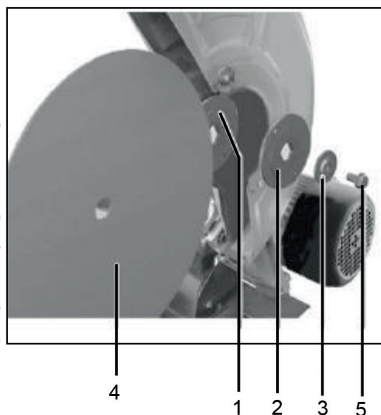

Рис. 2
3. Открутите болт крепления диска 5, снимите прижимную шайбу 3, внешний фланец 2 и диск 4 (рис. 2).